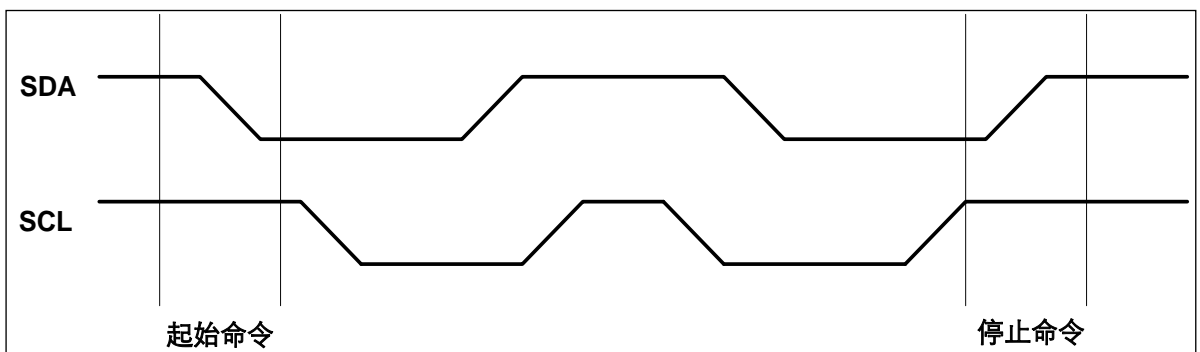

图 9-4 起始 (Start) 与停止(Stop)命令定义
**起始命令:** 当 SCL 为高, SDA 由高到低的变化被视为起始命令, 必须以起始命令作为任何一次读/写操作命令的开始(参见图 9-4)。
**停止命令:** 当 SCL 为高, SDA 由低到高的变化被视为停止命令, 在一个读操作后, 停止命令会使 EEPROM 进入等待态低功耗模式(参见图 9-4)。